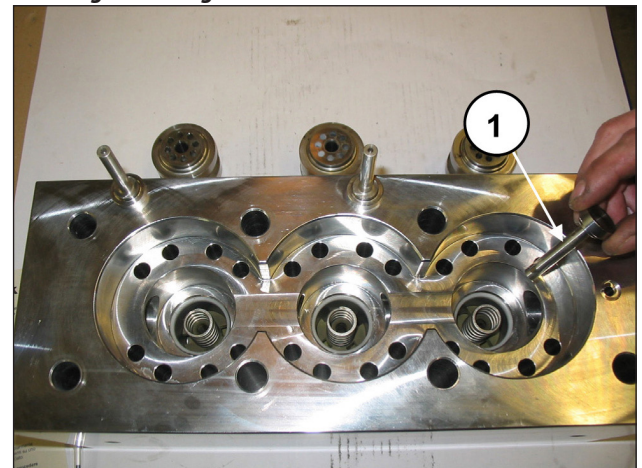
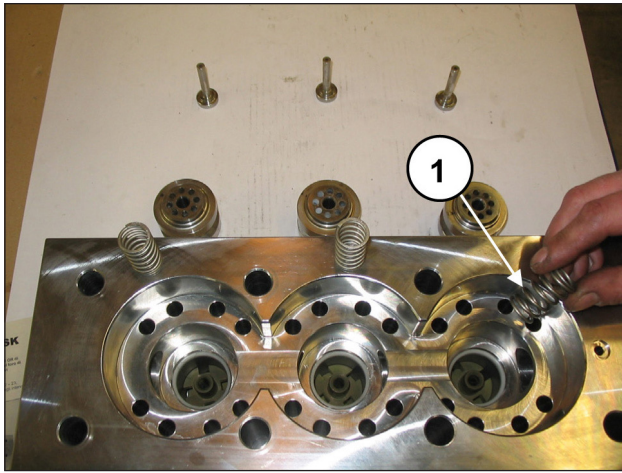
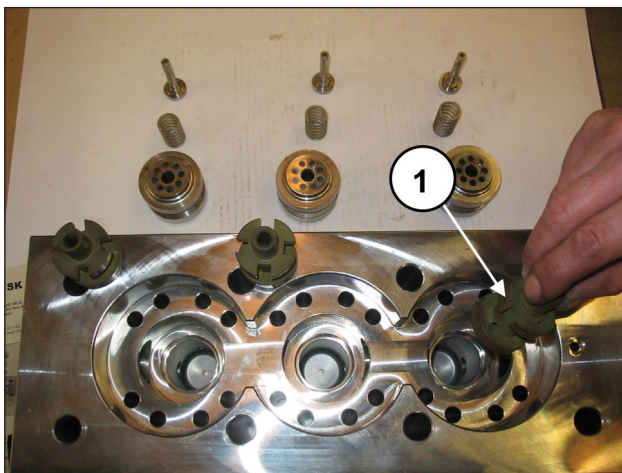

Abb. 104
Abb. 105
Abb. 106
Entfernen Sie die Druckteller (Pos. ①, Abb. 104), und die entsprechenden Führungen (Pos. ①, Abb. 106) samt Federn (Pos. ①, Abb. 105), überprüfen Sie den Verschleißzustand und ersetzen Sie die abgenutzten Teile bei Bedarf und auf jeden Fall in den Intervallen lt. Kapitel 11 der **Betriebs- und Wartungsanleitung**.